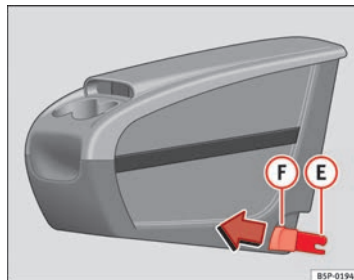
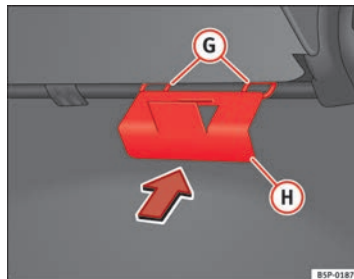

Fig. 113 Rangement mobile. Montage
Fig. 114 Plaque de fixation du rangement mobile ►
- Placez depuis l'intérieur du véhicule la plaque de fixation **(H)** ⇒ fig. 114 du rangement mobile par la partie arrière du dossier. Elle doit être située entre le dossier et le coussin, dans la zone de la place centrale.
- Mettez face à face les deux pièces de fixation **(E)** ⇒ fig. 113, avec les deux anneaux de fixation **(G)** ⇒ fig. 114 et appuyez fortement jusqu'à ce que les deux pinces s'enclipsent totalement dans les anneaux.
- Tirez sur chacun des boutons ⇒ fig. 113 **(F)** des pinces (boutons rouges) vers l'avant, jusqu'à entendre leur déclipsage.